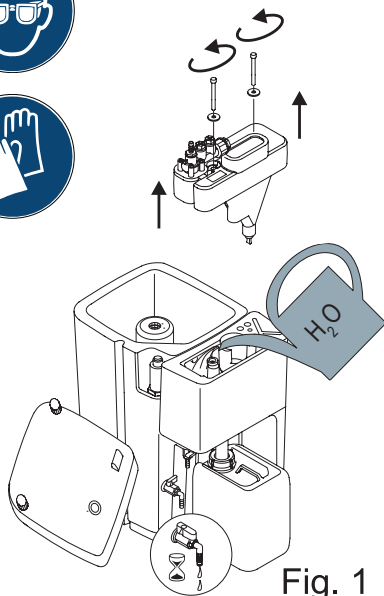

Fig. 1
- Wasser in Vorabscheider einfüllen (Fig. 1)
- Fill water into the pre-separator (Fig. 1)
- Verser de l'eau dans le préséparateur (Fig. 1)
- Water in de vóórafseparator gieten (Fig. 1)
- Filter o.k. (Fig. 1)
- The filter is O.K. (Fig. 1)